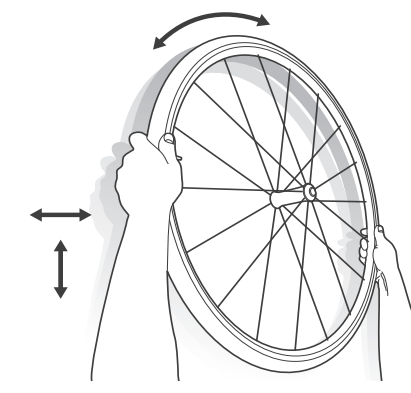

Figura 21: Gire/sacuda a roda
5. Enquanto segura a roda, balance a roda para frente e para trás e gire para espalhar o vedante ao redor da parte interna do pneu (Figura 21).